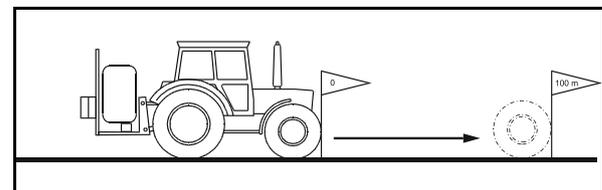

Fig. 31
2. Markieren Sie Anfangs- und Endpunkt (Fig. 31).